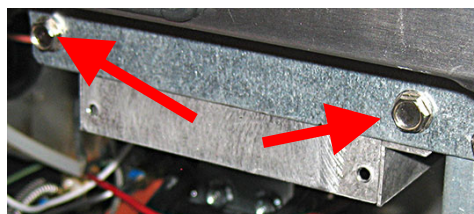

図14
18. イグニッションモジュールアセンブリを固定している2本のネジを取り外します(図14を参照)。